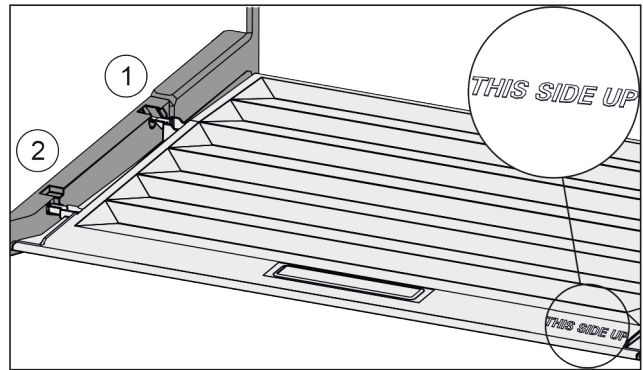

Fig. 76
- ▶ Вставить поперечные ребра крышки через отверстие заднего держателя Fig. 76 (1) и защелкнуть спереди в держателе Fig. 76 (2).